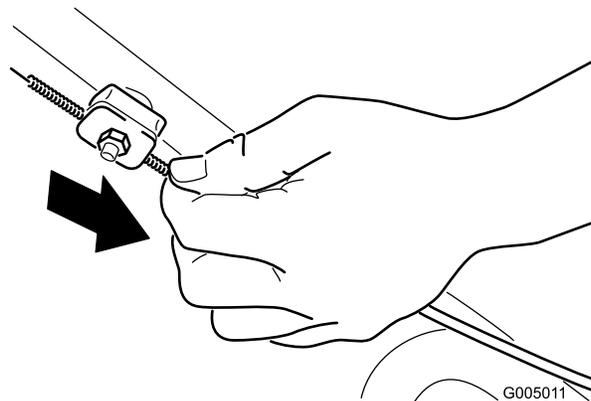

Рисунок 37
2. Потяните трос (по направлению к машине), пока он не ослабнет (Рисунок 37).